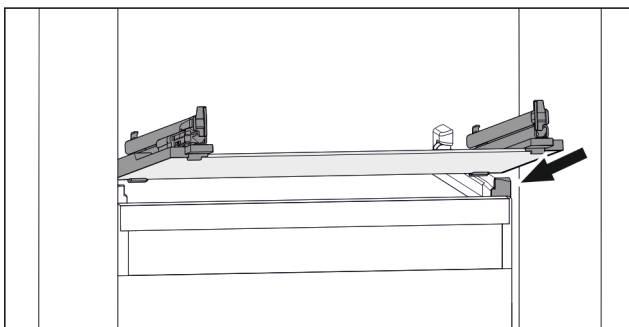

Fig. 40 Beispielhafte Darstellung der Glasplatte
- ▶ Glasplatte schräg hinter den Stopperrn aufsetzen. (zie Fig. 40)